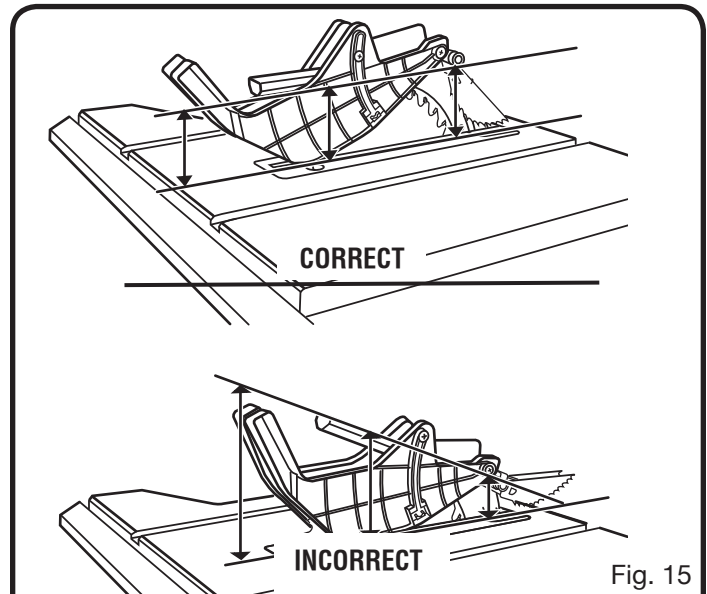

Fig. 15
- Avec le devant du protégé-lame a élevé, abaisser le dos du garde dans le trou de milieu le couteau diviseur. ppuyer le devant du garde jusqu'à ce que **c'est parallèle à la table** (voir la figure 15). Si le protégé-lame n'est pas parallèle la table, le couteau diviseur n'est pas dans « en haut » la position.